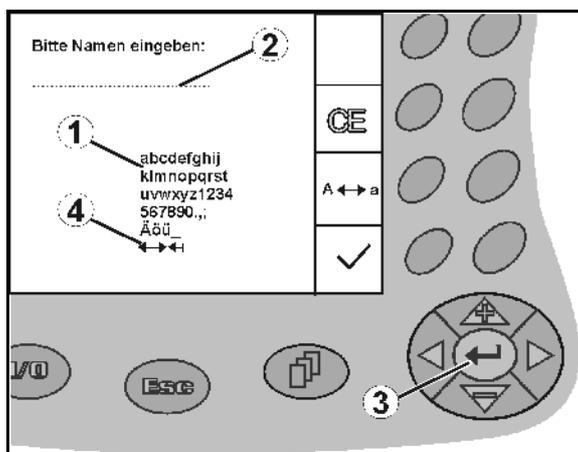

Рис. 12
В случае необходимости ввода текста или чисел на дисплее **AMATRON+** появляется меню ввода (Рис. 12).
В нижней части дисплея появляется поле выбора (Рис. 12/1) с буквами, числами и стрелками, с помощью которых формируется строка ввода (Рис. 12/2) (содержащая текст или числа).
, , , выбор букв или цифр в поле выбора (Рис. 12/3).
- перенос выбранных чисел и букв в строку ввода (Рис. 12/3).
Указатели в виде стрелки , расположенные в поле ввода (Рис. 12/4), позволяют перемещаться внутри текста в строке ввода.
Указатель в виде стрелки , расположенный в поле ввода (Рис. 12/4), позволяет удалять последний введенный знак.